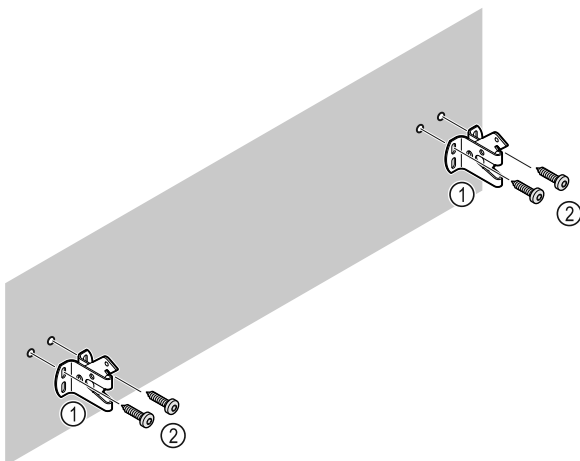

Fig. 11
**Afhankelijk van de eigenschappen van de wand (hout, beton) geschikt bevestigingsmateriaal (bijv. pluggen) en voldoende bevestigingspunten gebruiken Fig. 11 (2).**
- ▶ Borghaken bevestigen. Fig. 11 (1)